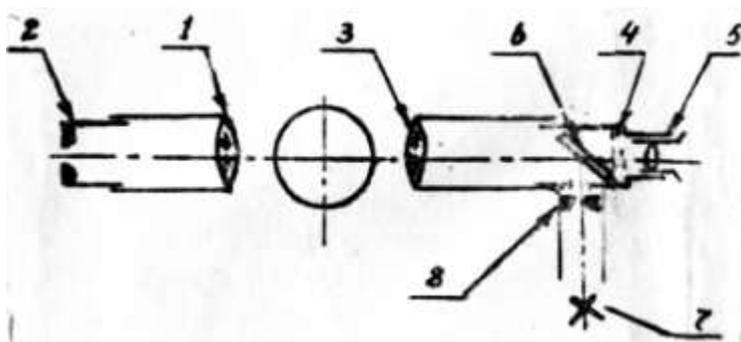

Рис.1
Коллиматор состоит из трехлинзового объектива (1) (рис.1) в фокальной плоскости